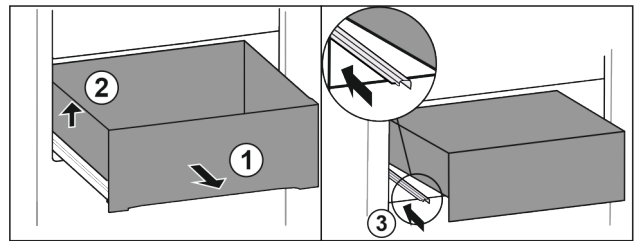

Fig. 88
- ▶ Schubfach bis zum Anschlag herausziehen. Fig. 88 (1)
- ▶ Schubfach links anheben. Fig. 88 (2)
- ▶ Linke Schiene einschieben. Fig. 88 (3)